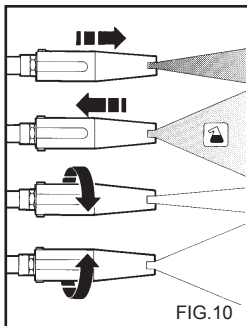

FIG.10
## EMPLOI DE LA BUSE REGULABLE MULTIREG (fig. 10)
2) Actionner le nettoyeur haute pression, ouvrir le robinet du détergent (s'il est présent), activer la commande d'aspiration du détergent présente sur la lance (fig. 10) et répandre la solution sur la surface à laver en procédant de bas en haut. Laisser agir quelques minutes.